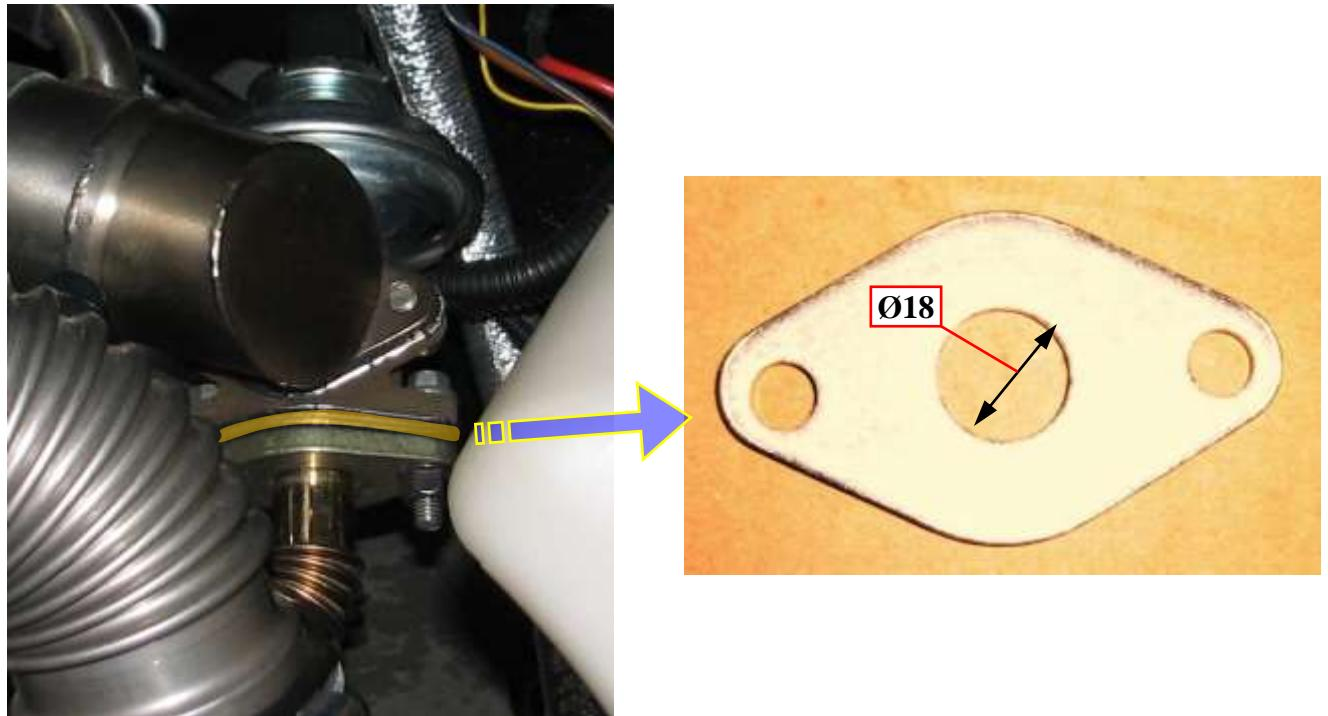

Рис. 76. Внешний вид и место установки проставки
**Проставка системы рециркуляции отработавших газов** (рис. 76) изгото-